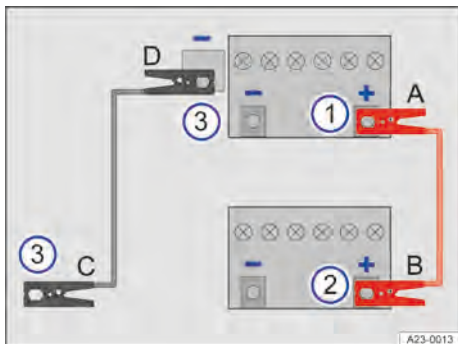

Abb. 194 Schema für das Anklemmen der Starthilfekabel.
Starthilfekabel nur in der Reihenfolge A – B – C – D anklemmen → Abb. 194.
2. Wenn vorhanden, Abdeckung des Starthilfepunktes Plus (+) aufklappen → Abb. 194 ①, → ⚠.
4. Das andere Ende des roten Starthilfekabels an den Pluspol (+) des stromgebenden Fahrzeugs anklemmen → Abb. 194 ②.
zugsweise an einen Starthilfepunkt Masse (–) anklemmen → Abb. 194 ③.
Oder: Wenn kein Starthilfepunkt Masse (–) vorhanden ist, das Ende des schwarzen Starthilfekabels beim Fahrzeug mit der stromgebenden 12-Volt-Fahrzeugbatterie an ein massives, fest mit dem Motorblock verschraubtes Metallteil oder an den Motorblock selbst anklemmen → Abb. 194 ③.
6. Das andere Ende des schwarzen Starthilfekabels beim Fahrzeug mit der entladenen 12-Volt-Fahrzeugbatterie an den Starthilfepunkt Masse (–) anklemmen → Abb. 194, → ⚠.
Oder: Wenn kein Starthilfepunkt Masse (–) vorhanden ist, das Ende des schwarzen Starthilfekabels beim Fahrzeug mit der entladenen 12-Volt-Fahrzeugbatterie an ein massives, fest mit dem Motorblock verschraubtes Metallteil oder an den Motorblock selbst anklemmen → Abb. 194 ③.
3. Starthilfekabel bei laufenden Motoren nur in der Reihenfolge D – C – B – A abklemmen → Abb. 194.